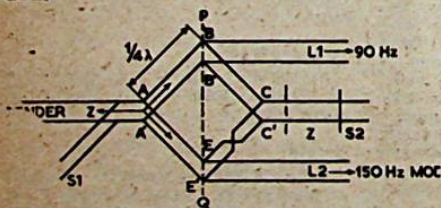

Fig. 44
In fig. 44 is de schakeling van fig. 43 met Lecher-systemen uitgevoerd.
kruising in de lijn EC' resp. E'C, komt geheel overeen met de „kruis” verbinding van C en C' in fig. 43. Als we ons indenken, dat de lijn ABC resp. A'B'C' in fig. 44 overeenkomt met de spoel ABC resp. A'B'C' in fig. 43, dan is de werking hiermede zonder meer duidelijk.
In fig. 44 hebben de „stubs” of aanspsecties S1 en S2 de functie van het uitbalanceren van de zender-impedantie tegen de afsluitimpedantie van de brug (Z) in fig. 43. Door het afregelen van de secties S1 en S2 kunnen we bereiken, dat de impedantie, rechts van CC' (nl. Z) gelijk is aan die links van AA' (de zenderimpedantie).
Achter de modulatoren bevindt zich weer een brug als in fig. 44 getekend (zie ook fig. 40), met het doel, om aan de buitenantennes alleen de zijbanden, aan de midden-antenne-zijbanden met de draaggolf toe te voeren.